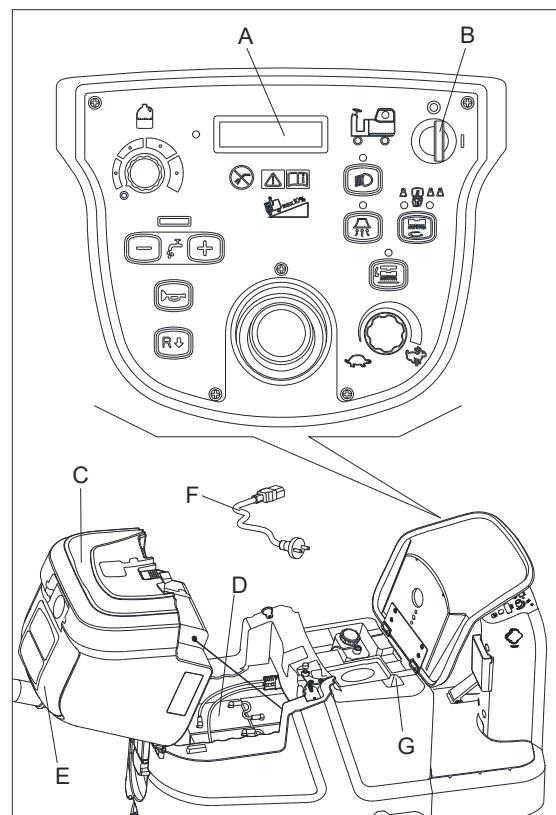

Abbildung 18
Laden Sie die Batterien auf, wenn nur zwei oder weniger Rechtecke auf dem LCD-Bildschirm (A, Abbildung 18) angezeigt werden oder nach der Reinigung.
- Öffnen Sie die Abdeckung des Schmutzwassertanks (E, Abbildung 18), um zu prüfen, ob der Schmutzwassertank (C, Abbildung 18) leer ist, oder leeren Sie den Schmutzwassertank durch den Ablaufschlauch.
- Drehen Sie den Schlüsselschalter (B, Abbildung 18) auf "0".
- Heben Sie das Sammelbehälter an (C, Abbildung 18).
- Prüfen Sie den Elektrolytstand der Batterien (D, Abbildung 18), falls notwendig, öffnen Sie den Deckel, um Elektrolyt aufzufüllen, danach wieder abdecken.